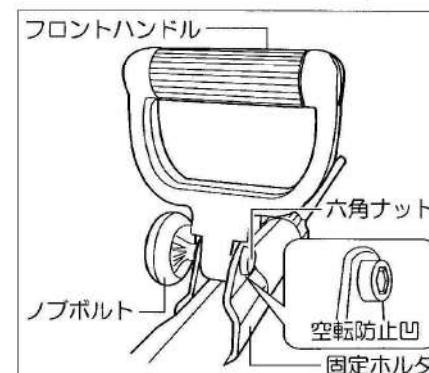

図5
- 固定ホルダにフロントハンドルを差込み、付属のノブボルトM6とナットで固定してください。(図5参照)
注 ナットは、空転防止六角穴(凹)側に差込んでください。(図5参照)